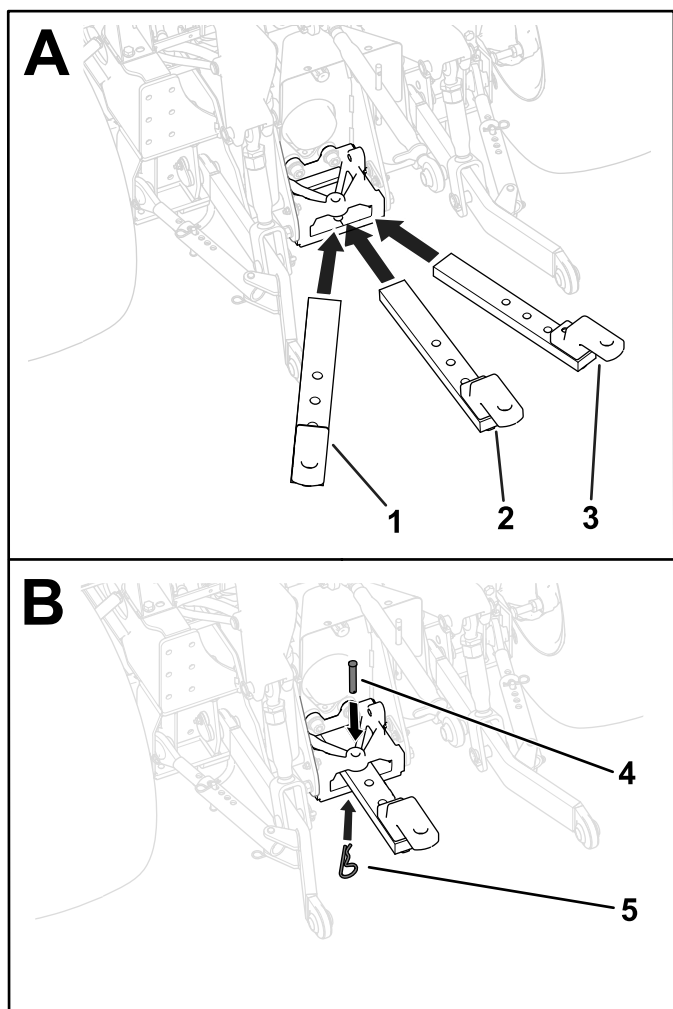

Figura 21
La barra de tracción puede instalarse desplazada hacia la izquierda o hacia la derecha, o en una posición centrada (Figura 21). Determine la posición apropiada de la barra de tracción para su apero, e instale la barra de tracción de la manera siguiente:
1. Introduzca la barra de tracción en el soporte de la barra de tracción (Figura 21).
2. Sujete la barra de tracción al soporte introduciendo el pasador a través de uno de los tres orificios de montaje de la barra de tracción y sujetando el pasador con la chaveta (**Figura 21**).